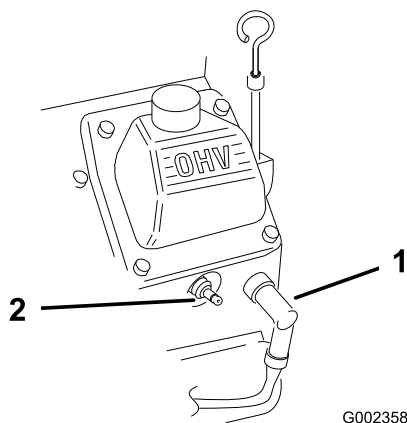

Рисунок 51
- Отсоедините провода от свечей зажигания (Рисунок 51).